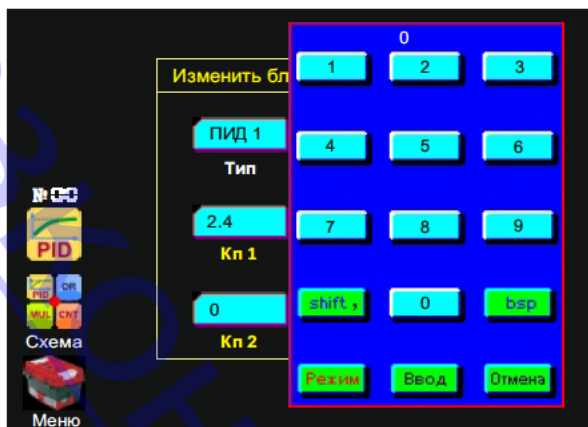

Рис. 13. Присвоение блоку порядкового номера с помощью окна "Клавиатура".
7.3.9 Для присвоения порядкового номера нажмите на пиктограмму функционального блока, находящуюся слева от таблицы конфигуратора (Рис. 12), после чего появляется стандартное окно контроллера К1 "Клавиатура" (Рис. 13), с помощью которой введите порядковый номер: наберите число и нажмите кнопку "Ввод". Для возврата к схеме нажмите пиктограмму **Группа**.